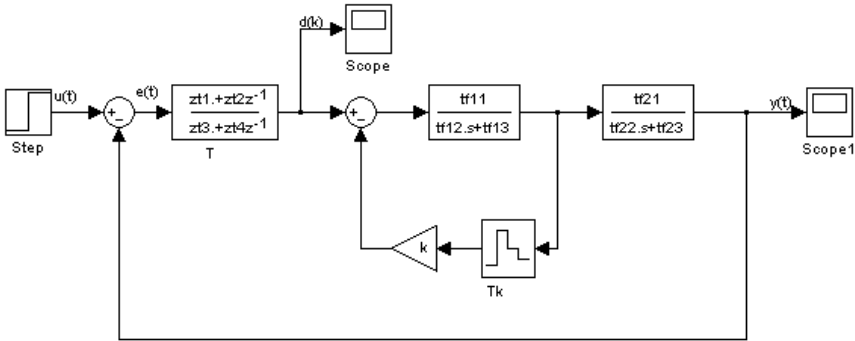

图 7.35 离散系统框图
**【例 7.5】** 将【例 7.4】中的模块结构参数用变量表示，结构图如图 7.35 所示。